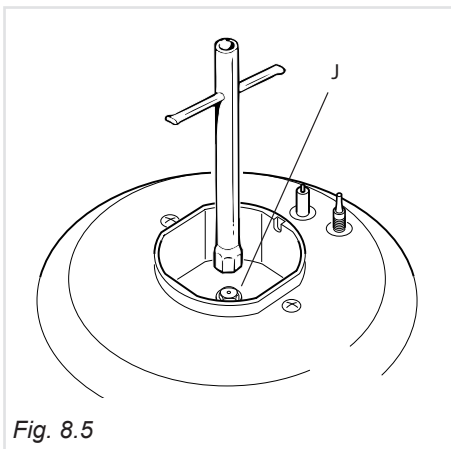

Fig. 8.5
- Con una chiave fissa sostituire gli ugelli "J" (fig. 8.5) con quelli idonei per il gas da utilizzare.